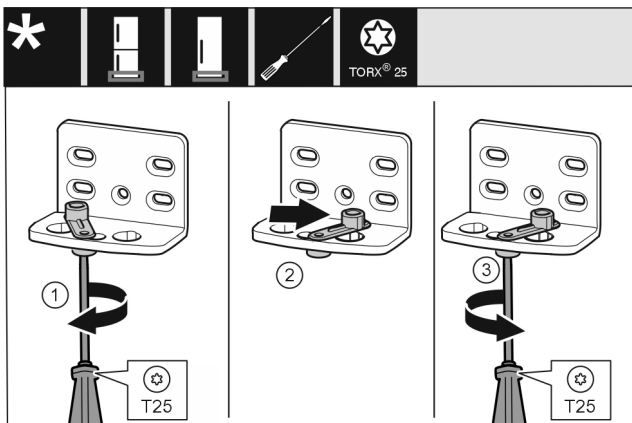

Fig. 15
- Skruva in skruven lite löst med skruvmejsel T25. Fig. 15 (1)
- Lyft på dörrestängningsautomatiken och vrid den 90° åt höger i hålet. Fig. 15 (2)
- Dra åt skruven med skruvmejsel T25. Fig. 15 (3)